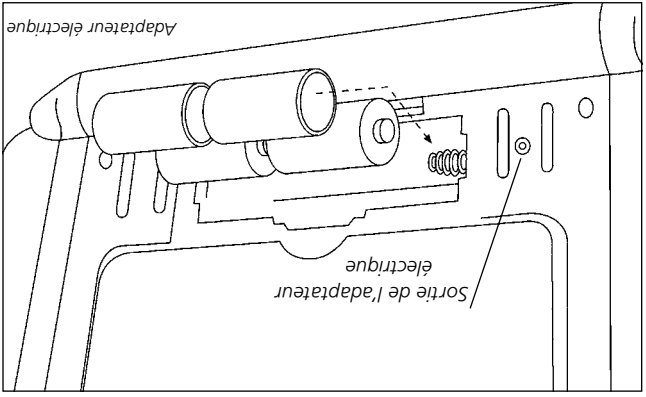

Figure 2
- 4 batteries D-cell sont nécessaires au fonctionnement du ventilateur. L'emplacement des batteries est situé sur le panneau arrière inférieur de l'appareil de chauffage. Suivez les instructions sur le couvercle à batteries pour savoir comment installer correctement ces dernières. Voir Figure 2.
- L'appareil de chauffage peut également être alimenté au moyen d'un adaptateur électrique F276127. Adaptateur requis : 6 volts en CC, jusqu'à 800 mA avec polarité positive. Voir Figure 2.
- Voir Figure 2.
- L'appareil de chauffage peut également être alimenté au moyen d'un adaptateur électrique FZ76127. Adaptateur requis : 6 volts en CC, jusqu'à 800 mA avec polarité positive. Voir Figure 2.